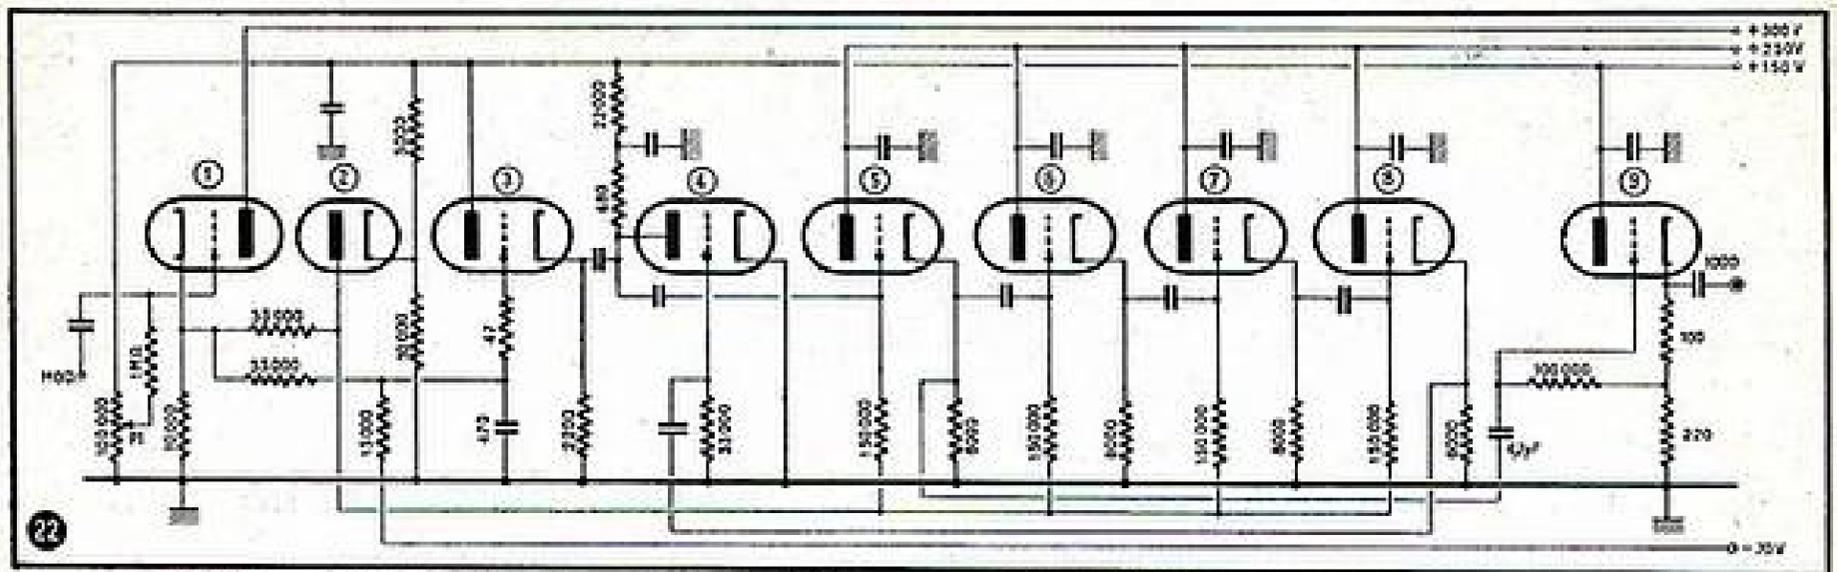

Fig. 22. — Oscillateur RC dont on peut varier la fréquence entre 30 et 150 MHz d'une manière purement électronique.
Le tube 4 (fig. 22) est le seul amplificateur, donc, suivant notre définition, le véritable oscillateur. Le déphasage est produit par une chaîne de quatre étages cathodiques (5 à 8), donnant chacun un déphasage de 45°, variable avec la tension appliquée à leurs grilles. Un autre étage cathodique (3) est employé en rhéostat électronique et varie la charge plaque du tube 4. La tension de modulation, transmise par le tube (1), agit sur ce rhéostat. La diode 2 restant conductrice pour des tensions de modulation élevées, des ten-
Fig. 24. — En supprimant un des étages cathodiques du montage de la figure 22, on atteint des fréquences plus élevées, mais on perd en excursion relative, et la courbe de tension de sortie devient plus accidentée.